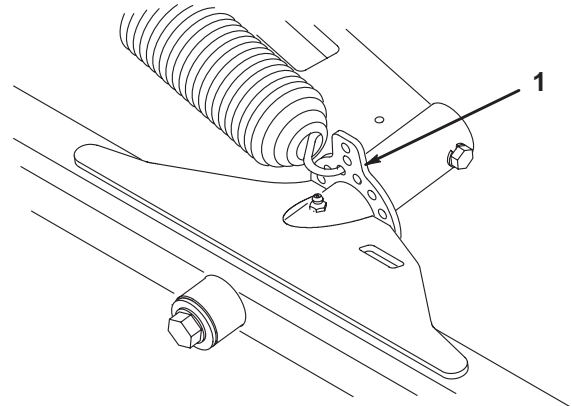

図 12
1. 前後のカッティングユニットの昇降タブについている穴のうち一番上から内側に数えて3番目の穴にスプリングを引っ掛ける（図12）。